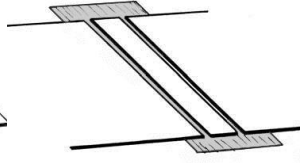

Abb. 2
- Er soll auf die Deckel übergreifen (ca. 20 bis 40 mm) und oben wie unten mit jeweils ca. 15 mm eingeschlagen werden können (Abb. 2).